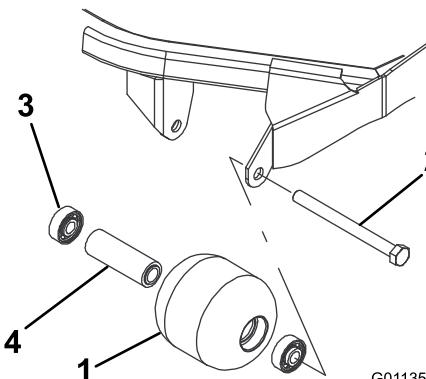

图73
1. 卸下滚筒安装螺栓图73。
4. 检查滚筒壳体、轴承以及轴承隔片是否受损(图73)。更换受损的组件和总成。
1. 将第一个轴承按入滚筒壳体(图73)。仅按住外座圈或同时按住内、外座圈。
2. 插入隔片(图73)。
3. 将第二个轴承按入滚筒壳体图73同时按住内、外座圈直至内座圈接触到隔片。